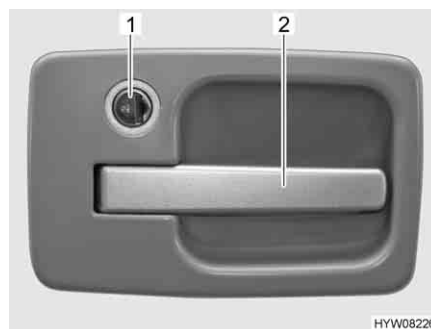

Fig. 25 Serrure de la porte cellule, à l'extérieur
- Insérer la clé dans le barillet (Fig. 25,1) et la tourner jusqu'au symbole "🔓". La serrure de la porte est déverrouillée.
- Tirer sur la poignée de la porte (Fig. 25,2). La porte est ouverte.
- Insérer la clé dans le barillet (Fig. 25,1) et la tourner jusqu'au symbole "🔒". La serrure de la porte est verrouillée.